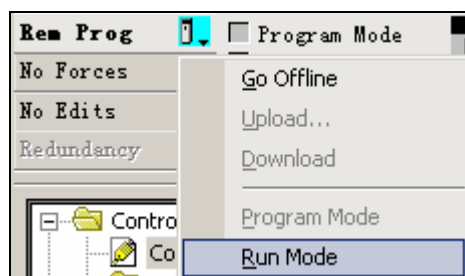

图 3-67 设为运行模式
59. 将处理器设置为 RUN (运行) 模式。可通过手动调节处理器上的钥匙位置。也可通过 RSLogix5000 软件 (此前钥匙位于 Remote) 设置, 如图 3-67 所示。